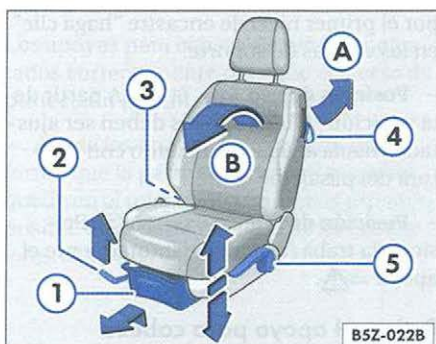

Fig. 67 Elementos para el ajuste del asiento delantero lado conductor
① Portaobjetos
- Levante la bandeja por el tirador y desplácela hacia adelante ⇒ fig. 67 ① para tener acceso al portaobjetos ⇒ .
② Reglaje longitudinal
- Levante la palanca ⇒ fig. 67 ② y desplace el asiento hacia delante o hacia atrás.
- Suelte la palanca ② continuando a desplazar ligeramente el asiento, hasta encajar su bloqueo ⇒ .
③ Reglaje de la inclinación del respaldo
- Alivie la presión del cuerpo sobre el respaldo y gire la manija de regulación ⇒ fig. 67 ③ ⇒ .
④ Desbloqueo e inclinación del respaldo - vehículos 2 puertas
- Para acceder al asiento trasero, levante la palanca ⇒ fig. 67 ④ en el sentido de la flecha A, y desplace el respaldo hacia adelante en el sentido de la flecha B.
⑤ Regulación en altura del asiento del conductor
– Mueva la palanca de regulación ⇒ página 88, fig. 67 ⑤ varias veces hacia arriba para levantar el asiento, o hacia abajo para bajar el asiento ⇒ .